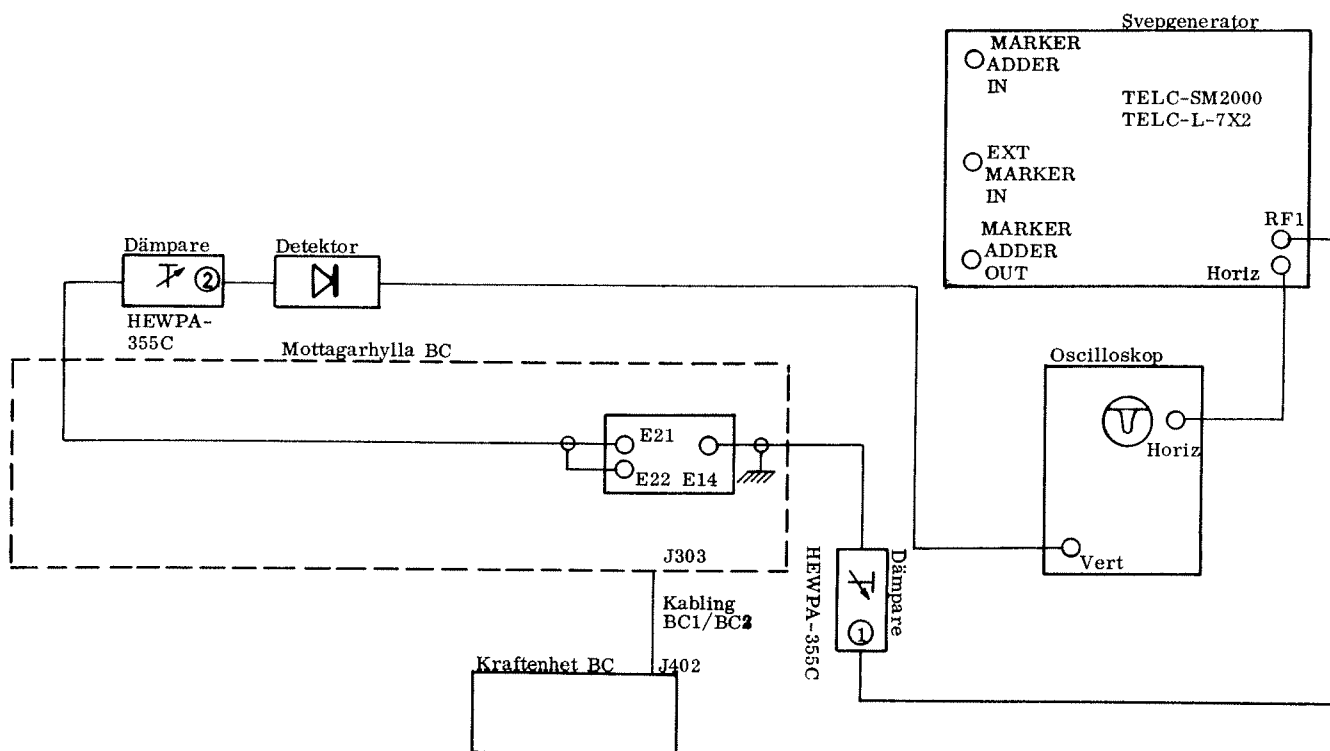

Bild 19
- 4.4.2.11 Koppla upp och ställ in enligt bild 19.